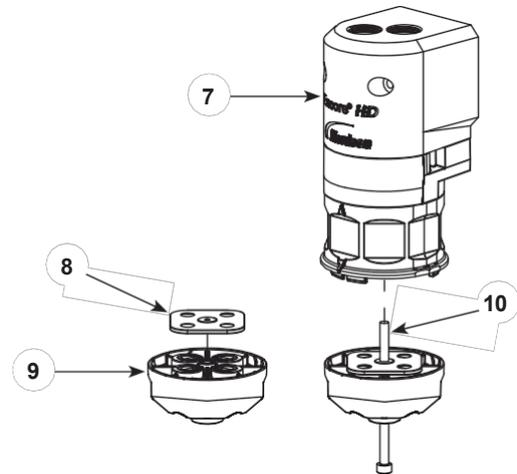

Figura 24 Montaggio della guarnizione e del blocco Y inferiore
3. Vedere Figura 24. Montare la guarnizione (8) sul blocco Y inferiore (9), quindi infilare la vite lunga (10) attraverso il blocco Y inferiore e nell'alloggiamento della valvola di ritegno, nel blocco Y superiore e nel collettore di spurgo. Serrare la vite a 25-30 in.-lb (2,8-3,4 N•m).
6. Vedere la Figura 24. Una volta assemblata la pompa, serrare completamente la vite lunga (10) per incastrare completamente tutti i componenti.